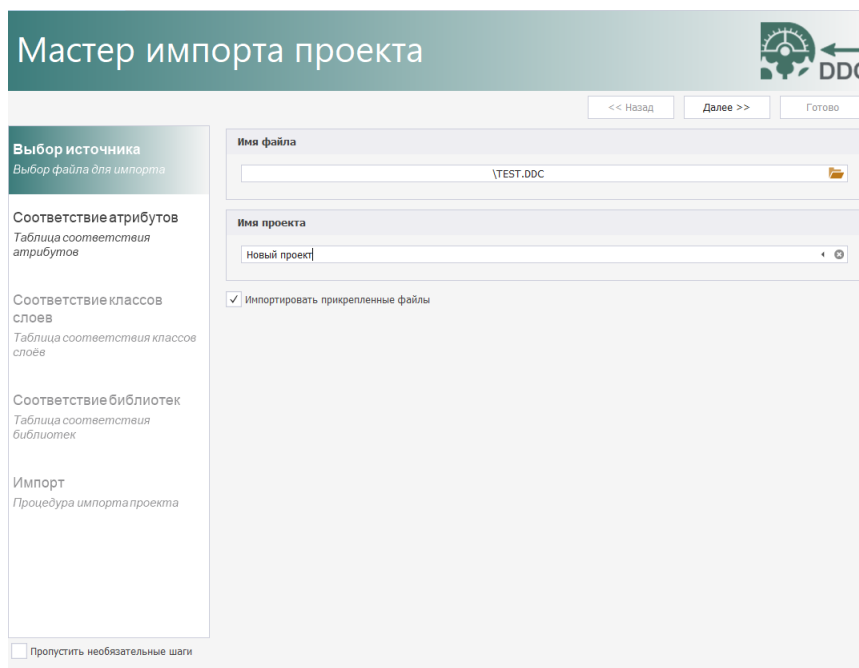

Рис. 56 Ввод имени проекта
5. Введите название для импортируемого проекта и нажмите «Далее», Рис. 56.